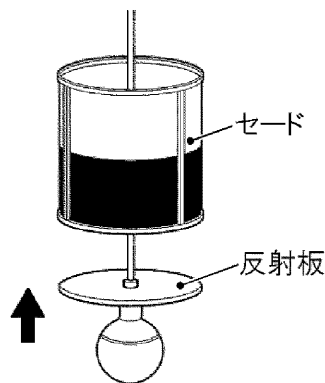
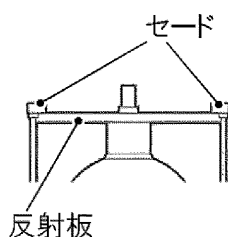

図1
図2
- 3 コードを引き上げるようにし、反射板にセード上部を乗せる。(図1)(図2)